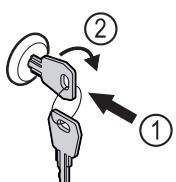

Fig. 131 Примерно изображение
- Пъхнете ключа Fig. 131 (1).
- Завъртете го на 90° по посока на часовниковата стрелка Fig. 131 (2).